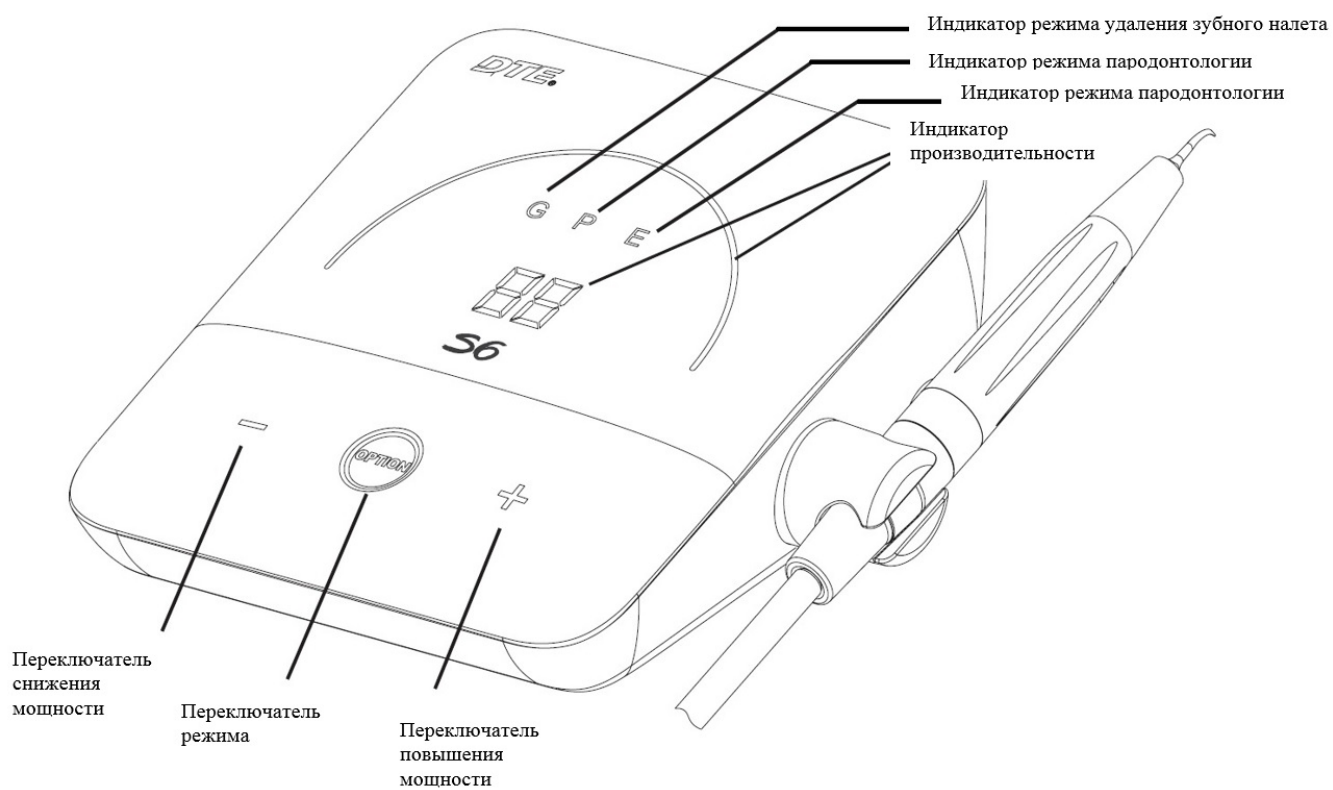

Рисунок 1
1.4.1 Схема передней панели основного устройства показана на рис. 1